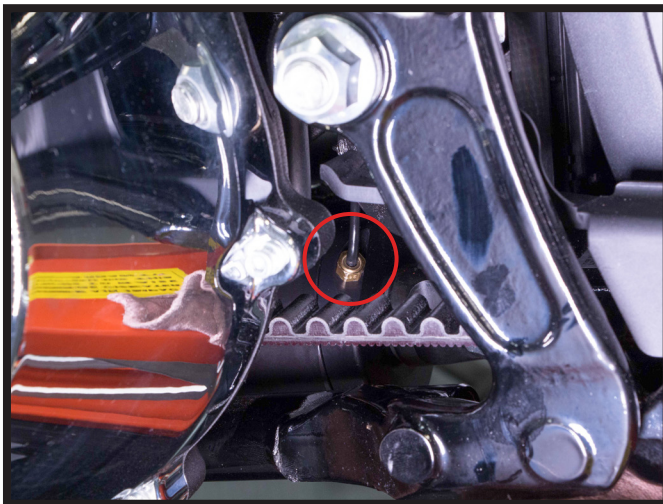

FIGURE 20
11. ROUTE THE 4MM HOSE UNDER THE ENGINE FROM THE AIR SPRING AND ZIP TIE IT ALONG THE RIGHT FRAME RAIL. (FIGURES 20, 21)